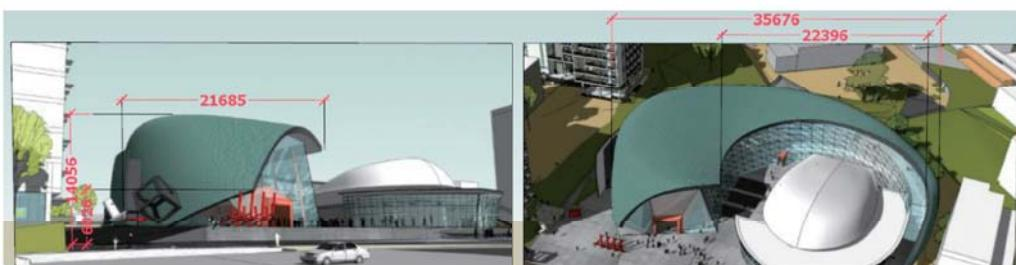

图 2.4.6 量取尺寸
(3) 然后就可以量取图片上的相关尺寸，记下来建模时使用，如图 2.4.6 所示。